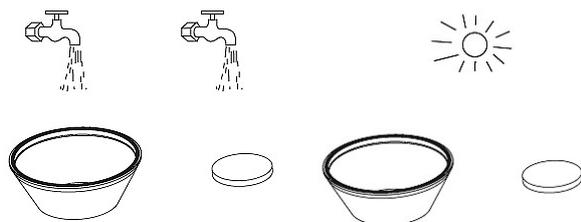

Abb. 13: Reinigung und Trocknung des Filters
Schritt 3: Reinigen Sie den Filter mit Wasser und lassen Sie ihn vollständig trocknen (Abb.13).